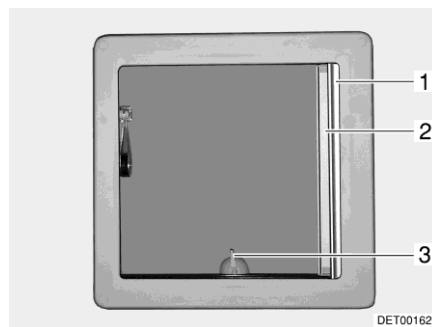
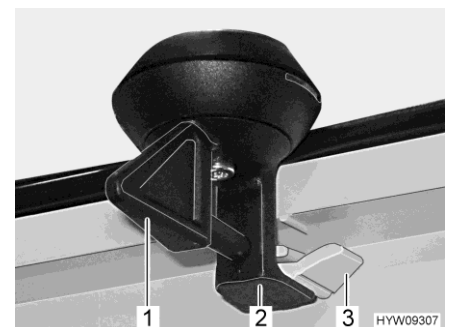

Bild 28 Uppfällbar taklucka
Bild 29 Lås (uppfällbar taklucka)
- Vrid spaken (Bild 28,3 resp. Bild 29,1) ett kvarts varv.
- Vrid spaken ett kvarts varv. Låset (Bild 29,2) måste glida in i den nedre spärren (Bild 29,3).
- Drag ut plisségardinen (Bild 28,1) och släpp den i önskad position. Plisségardinen stannar i denna position.
- Drag ut insektsnätet (Bild 28,2) tills det hakar in i låset på motsatta sidan.